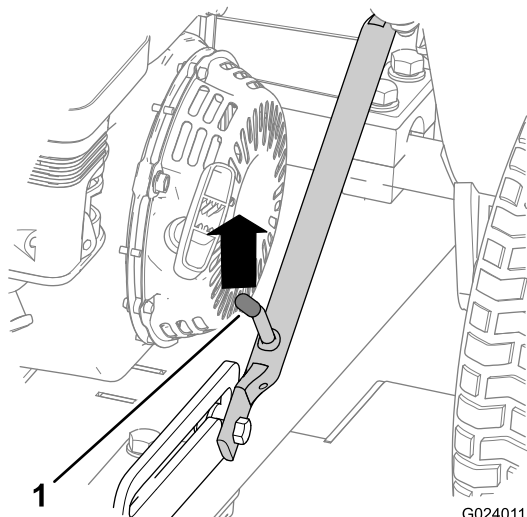
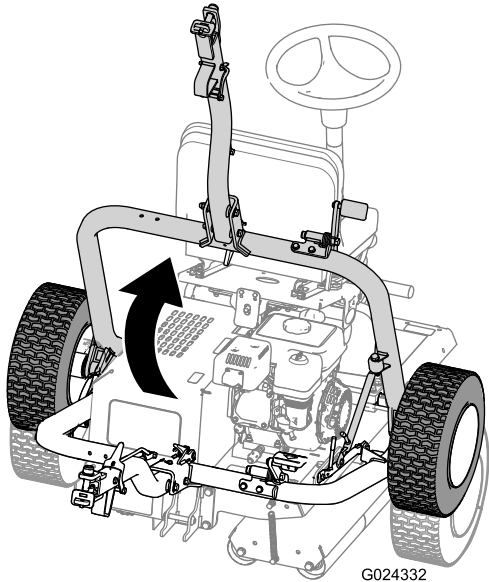

Bild 24
Bild 28
- A. Drücken Sie die Anbauvorrichtung nach oben, bis der Sperrhebel aus der seitlichen Arretierung entriegelt ist (**Bild 24**).
- D. Heben Sie die Anbauvorrichtung (Bild 28) an, bis der Sperrhebel in der seitlichen Arretierung einrastet (Bild 24).